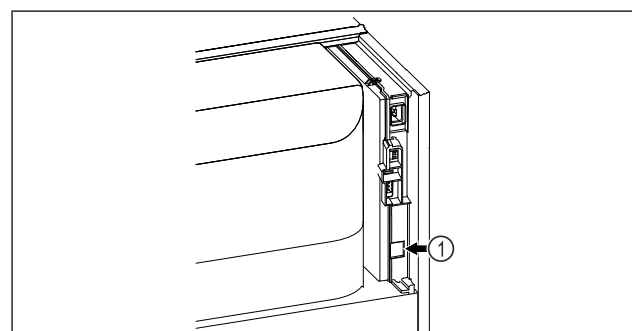

Fig. 138
- ❑ SmartModule Fig. 138 (1) установлен.